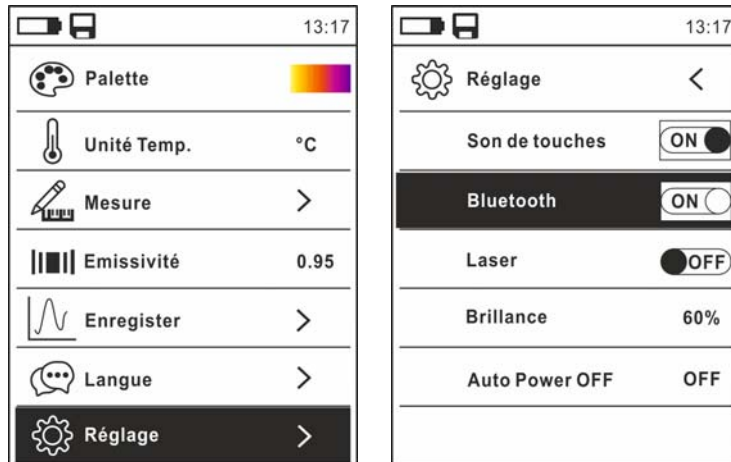

Fig. 43: Activation connexion Bluetooth
1. Appuyer sur la touche , sélectionner le menu « Réglage » et activer la connexion Bluetooth sur l'instrument (voir § 4.3.8) comme le montre la Fig. 43